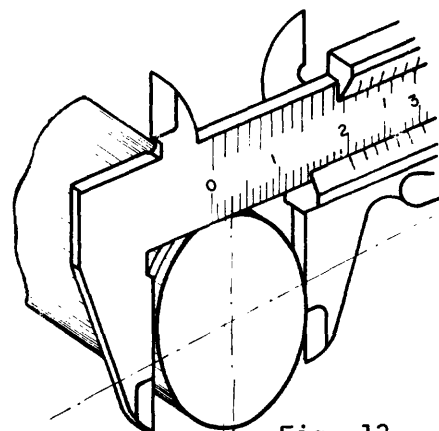

Fig. 13
- d Verifique con el calibre con nonio el diámetro obtenido en el rebaje (fig. 13).